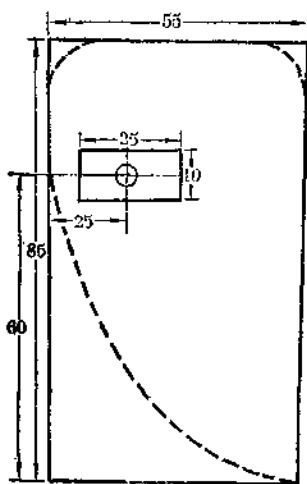

图 5
i. 锯 55×85 [毫米]² 木板二块制支架板(图 5), 支架板
弧形,砂光后用胶水按图 5 中虚线位置,分别胶合在支架板内侧左下角和右下角。